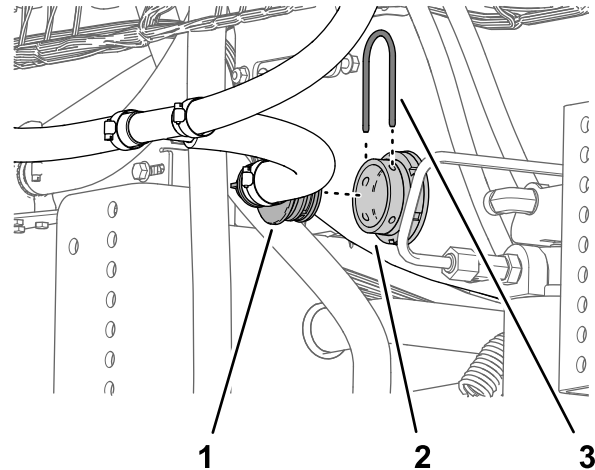

Figure 93
1. Alignez l'ensemble flexibles de dérivation sur la cuve du pulvérisateur (Figure 93).